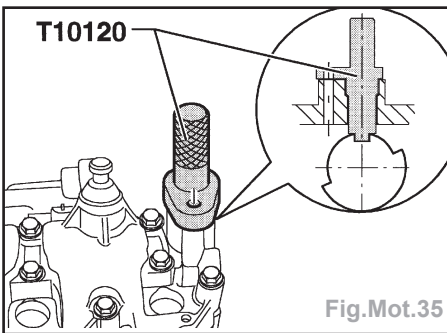

Fig.Mot.35
- Mettre le mandrin **T10120** dans l'alésage, comme indiqué sur la figure (Fig.Mot.35).